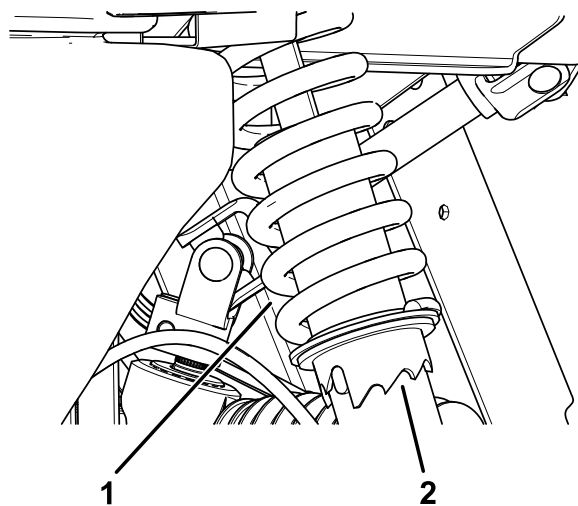

図 46
1. 特殊工具 No. 6010 を使って、ショックアブソーバのカラーを回転させてスプリングの前負荷を変更する 図 46。